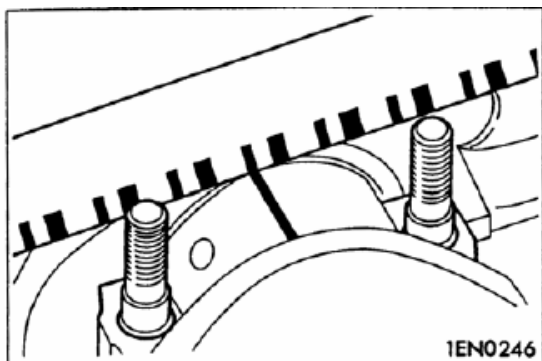

图 5-6
(1) 擦掉连杆轴和连杆轴承上的所有机油。
(2) 在连杆轴颈上放置塑料线规, 它被切成与轴颈宽度相同的长度。塑料线规必须位于连杆轴颈的中心, 并与其轴线平行。
(3) 轻轻地把连杆盖放置在其位置上, 并将螺栓按规定力矩拧紧。
(4) 拆下螺栓，慢慢地拆下连杆盖。
(5) 用印刷在塑料线规袋上的标尺，在最宽点测量塑料线规的被挤压部分（图 5-6）。